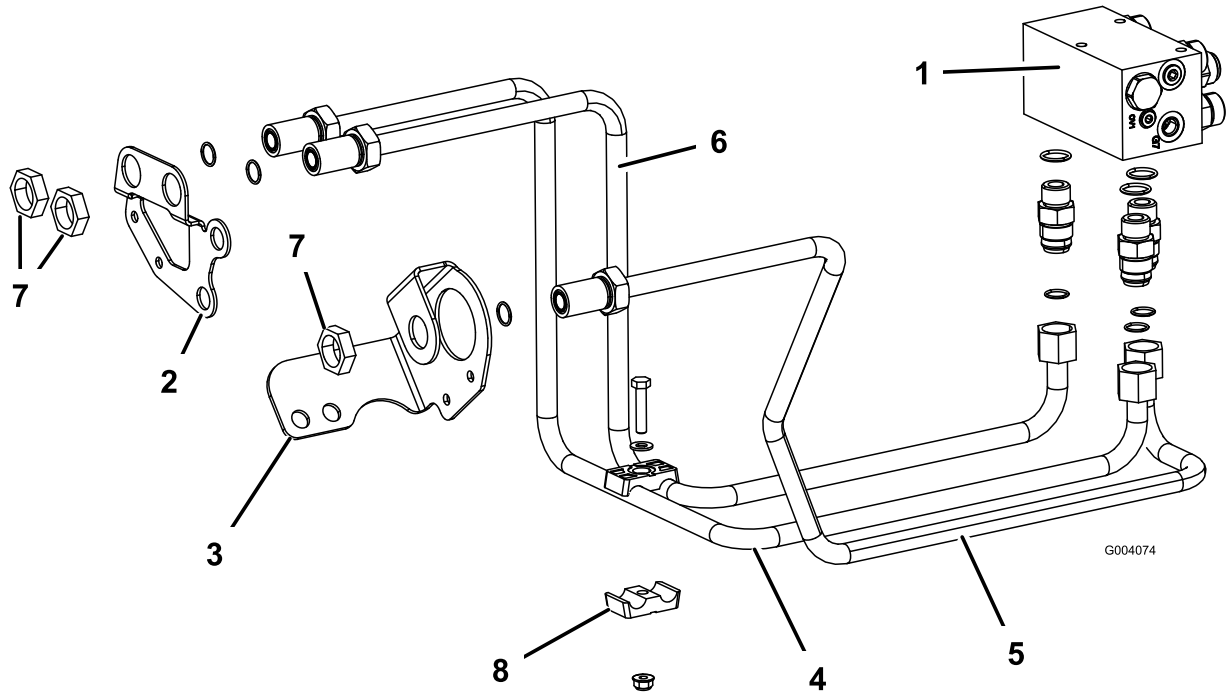

Figure 10
2. Fixez l'arrière du tube hydraulique au raccord du collecteur et l'avant à la traversée au moyen d'un contre-écrou (1-5/16") ; voir la Figure 10.
3. Faites passer le tube hydraulique (réf. 108-7626) du raccord central du collecteur marqué « REV » au trou dans le support de traversée gauche du cadre (Figure 10).
5. Faites passer le tube hydraulique (réf. 108-7625) du raccord droit du collecteur marqué « LF » au trou gauche dans le support de traversée droit du cadre (Figure 10).
7. Réunissez les 2 conduits de traversée droits au moyen des demi-colliers, de la vis (5/16" x 1½"), d'une rondelle plate (5/16") et d'un contre-écrou (5/16") (Figure 10).